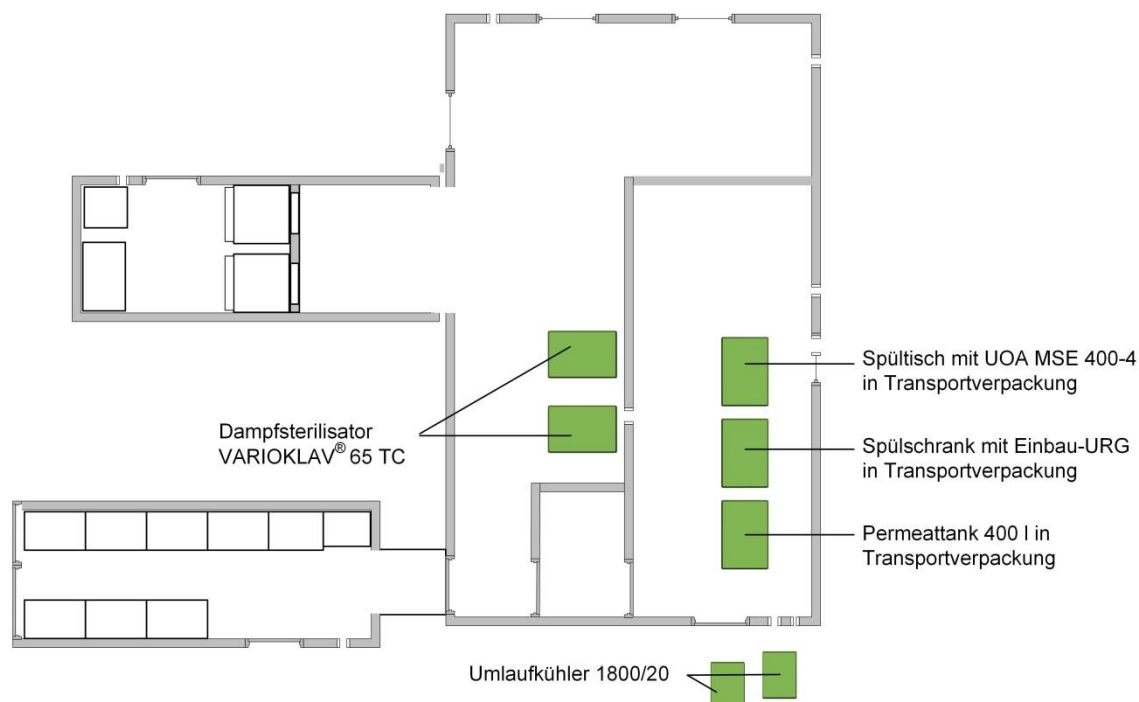

Abb. 13: Positionierung von Sterilisator 65 TC und Spültisch mit UOA S
- ♦ Heben Sie den Spültisch mit einem Stapler3 aus dem Container und platzieren Sie diese gemäß Abb. 13:.
- ♦ Heben Sie den Sterilisator 65 TC mit einem Stapler4 aus dem Container und platzieren diese gemäß Abb. 13:.